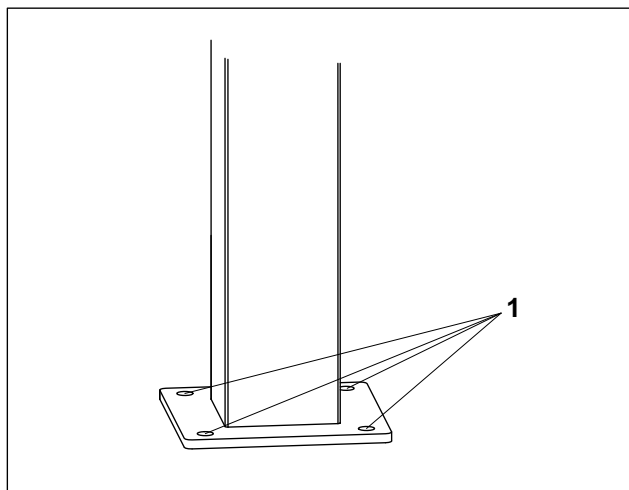

Fig. 2 Embase de la borne
2. Repérez l'emplacement des quatre trous à l'aide de l'embase (fig. 2/1) de la borne sur la semelle de béton.